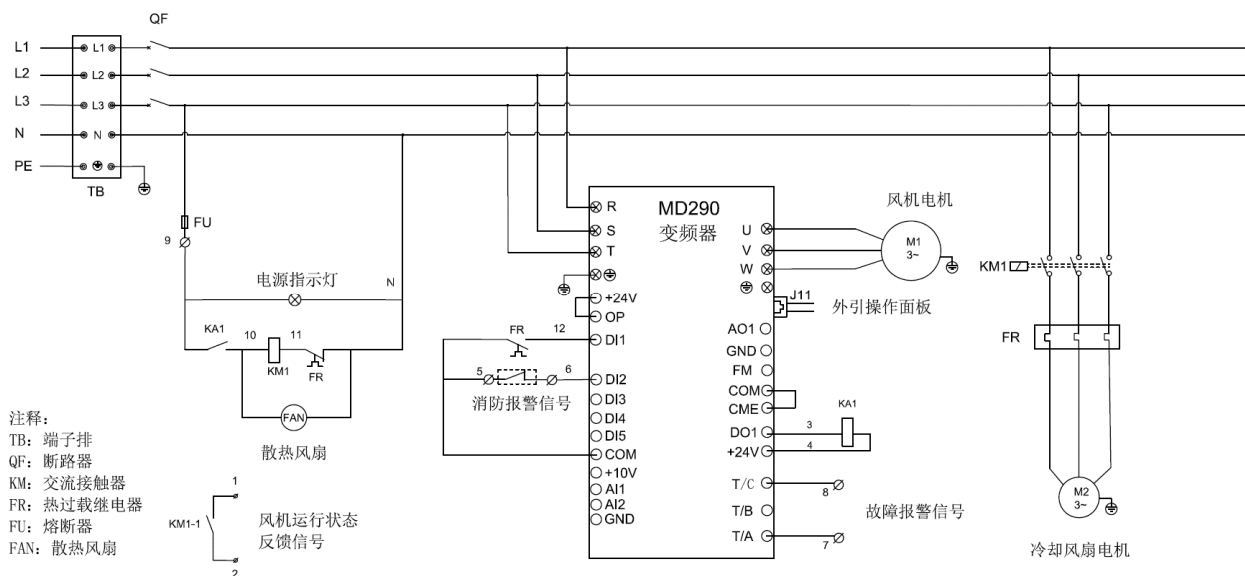

图2.15 变频器启动原理图
③变频器启动：对于变频电机建议采用变频器启动的方式，推荐参考电机接线图如下图2.15：